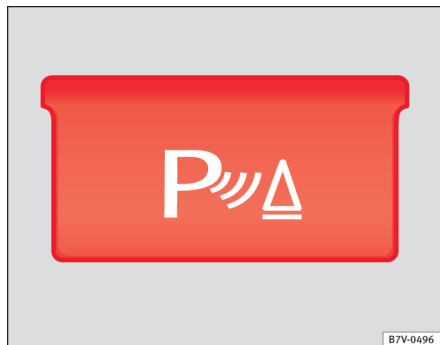

Fig. 140 Pormenor da consola central: botão para activar ou desactivar o controlo da distância de estacionamento.
- Com a ignição ligada, pressione o botão ⇒ Fig. 140.